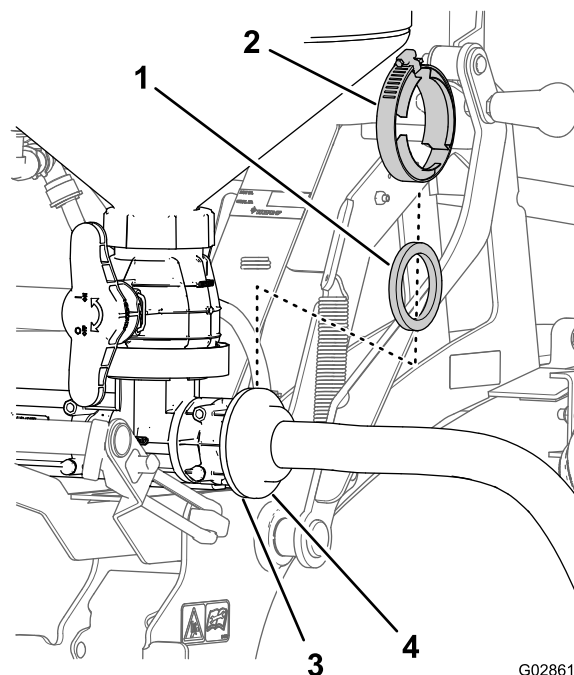

**Figura 24**
- 5. Sollevate e abbassate il nebulizzatore per accertare che il flessibile del serbatoio non si incastri in altre parti dell'irroratrice (Figura 24).
- 3. Allineate il raccordo flangiato del flessibile del serbatoio con la flangia anteriore del raccordi di spurgo a T (Figura 24).
- 4. Fissate il flessibile del serbatoio al raccordo a T con una guarnizione e un morsetto flangiato (Figura 24).